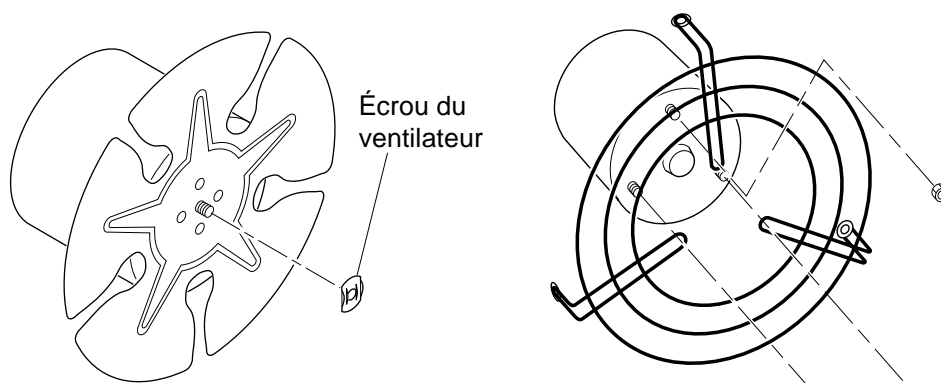

Figure 8 - Retrait de l'écrou du ventilateur
3. À l'aide de pinces, retirer l'écrou de ventilateur de l'arbre moteur (voir la figure 8).